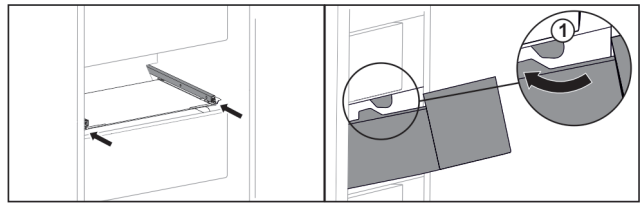

Fig. 37
- ▶ Guider le tiroir en contournant les butées Fig. 37 (1).*